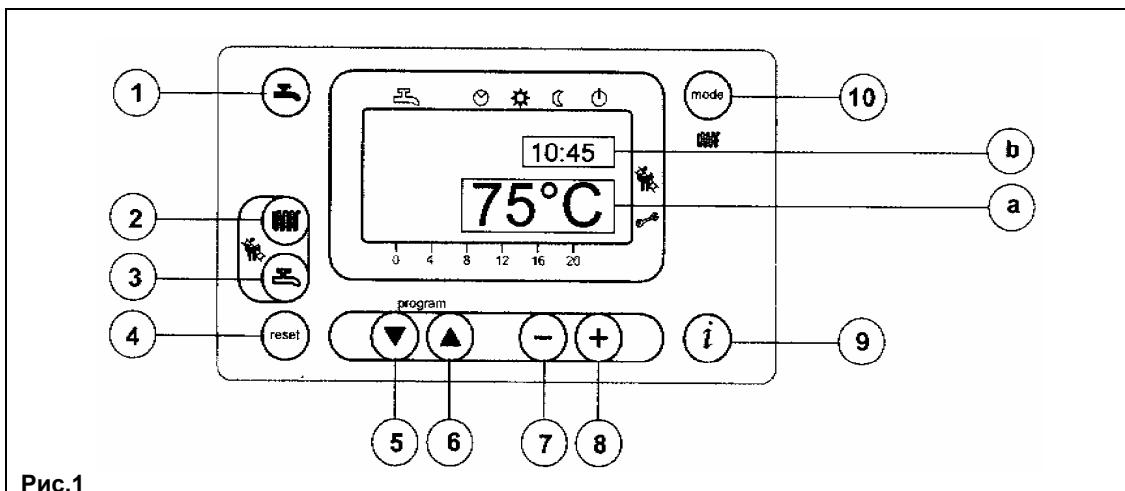

Рис.1
- Для установки значения температуры воды системы отопления нажмите кнопку (поз. 2 Рис. 1);
- нажмите одну из кнопок (поз. 1 или 10 Рис. 1) для запоминания значения и возврата в основное меню.
Прим. При подсоединенном датчике уличной температуры с помощью кнопки (поз. 2 Рис. 1) можно осуществлять смещение по климатическим кривым. Для увеличения или уменьшения комнатной температуры в отапливаемом помещении действуйте кнопками
- Для установки максимального значения температуры воды системы ГВС нажмите кнопку (поз. 3 Рис. 1);
На основном дисплее (Рис. 1 а) одновременно с кодом неисправности высвечивается символ (Рис. 4).